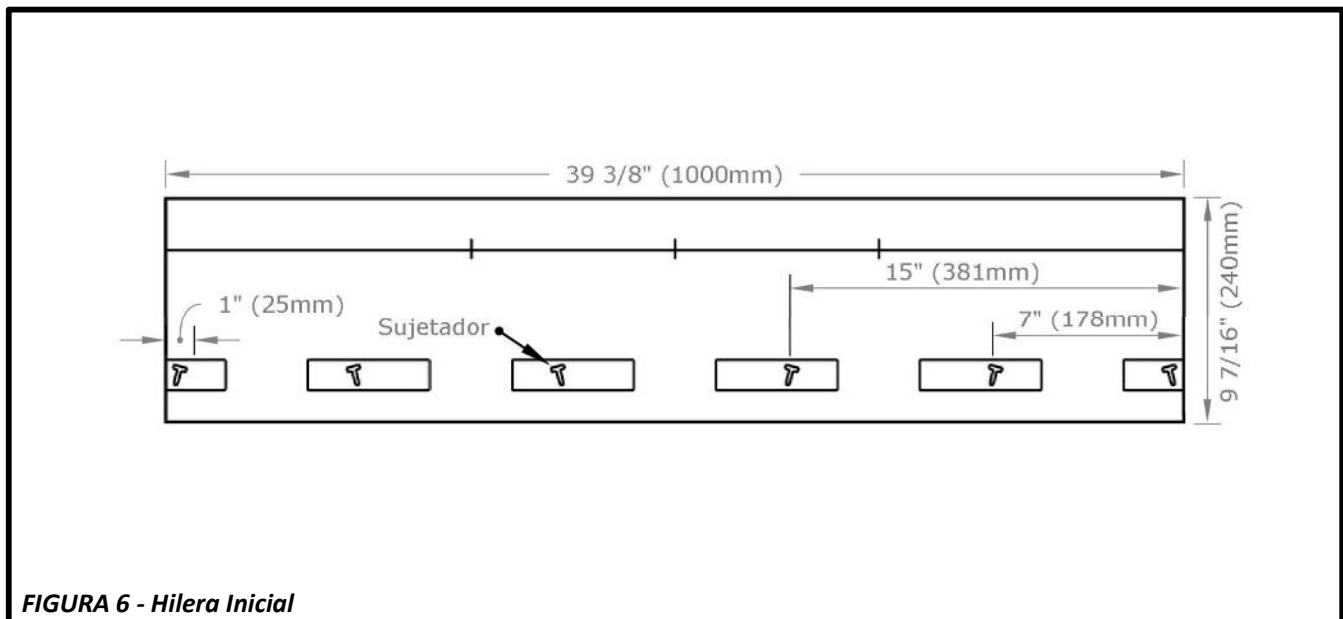

FIGURA 6 - Hilera Inicial
- FWAVE requiere el uso de una teja inicial REVIA[®] para asegurar la impermeabilización y la estética adecuadas. Consulte la **Figura 6**.